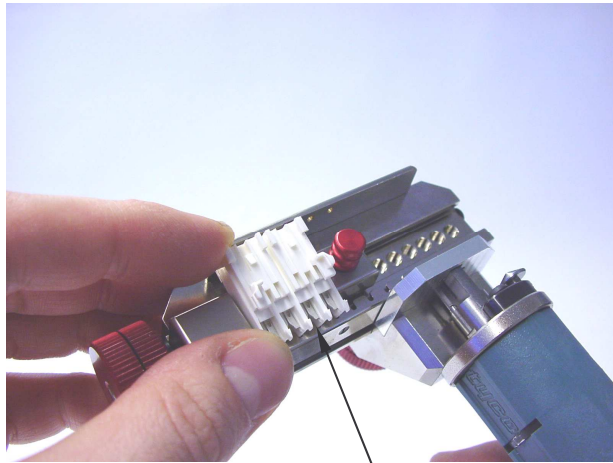

Abbildung 7
3. Schieben Sie den Stecker zuerst unter den Kamm an der Vorderseite der Aufnahme. Danach drücken Sie ihn am hinteren Ende bis auf den Boden herunter (siehe Abbildung 7).